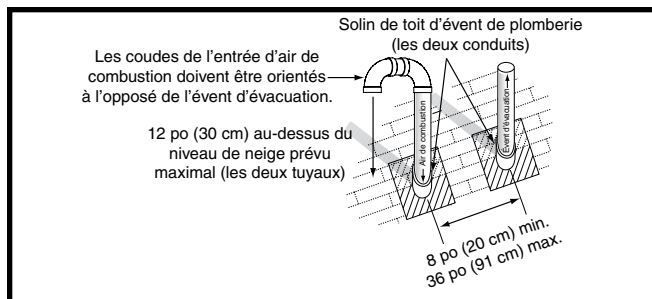

Figure 10. Terminaison d'évent vertical
Les exigences relatives à l'espacement des terminaisons entre le toit et entre chaque terminaison sont indiquées à la Figure 10 (page 12). L'endroit où le conduit traverse le toit doit être doté d'un solin approprié et étanche; on peut utiliser un chaperon de toit ou un solin équivalent. La tuyauterie d'évent et la tuyauterie d'air de combustion peuvent être installées dans une cheminée existante non utilisée, à condition que :
- les dégagements de terminaison indiqués à la Figure 10 soient maintenus;